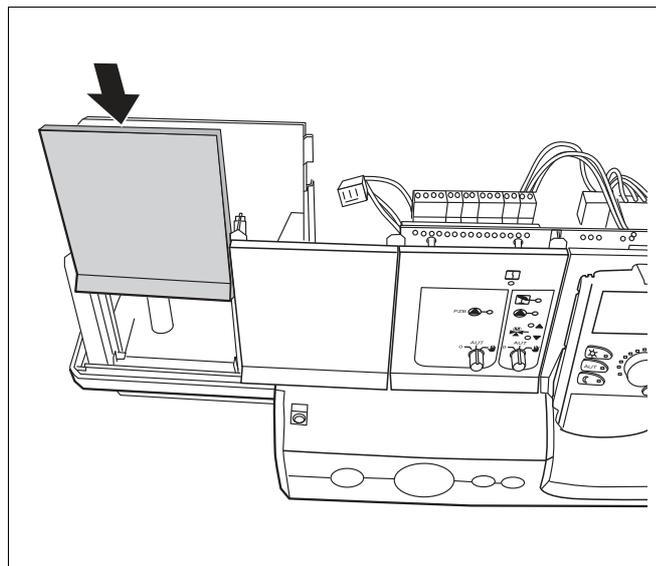

Рис. 11 Установка заглушки
- Если устанавливать новый модуль не требуется, то закройте образовавшийся проем заглушкой (→ рис. 11).